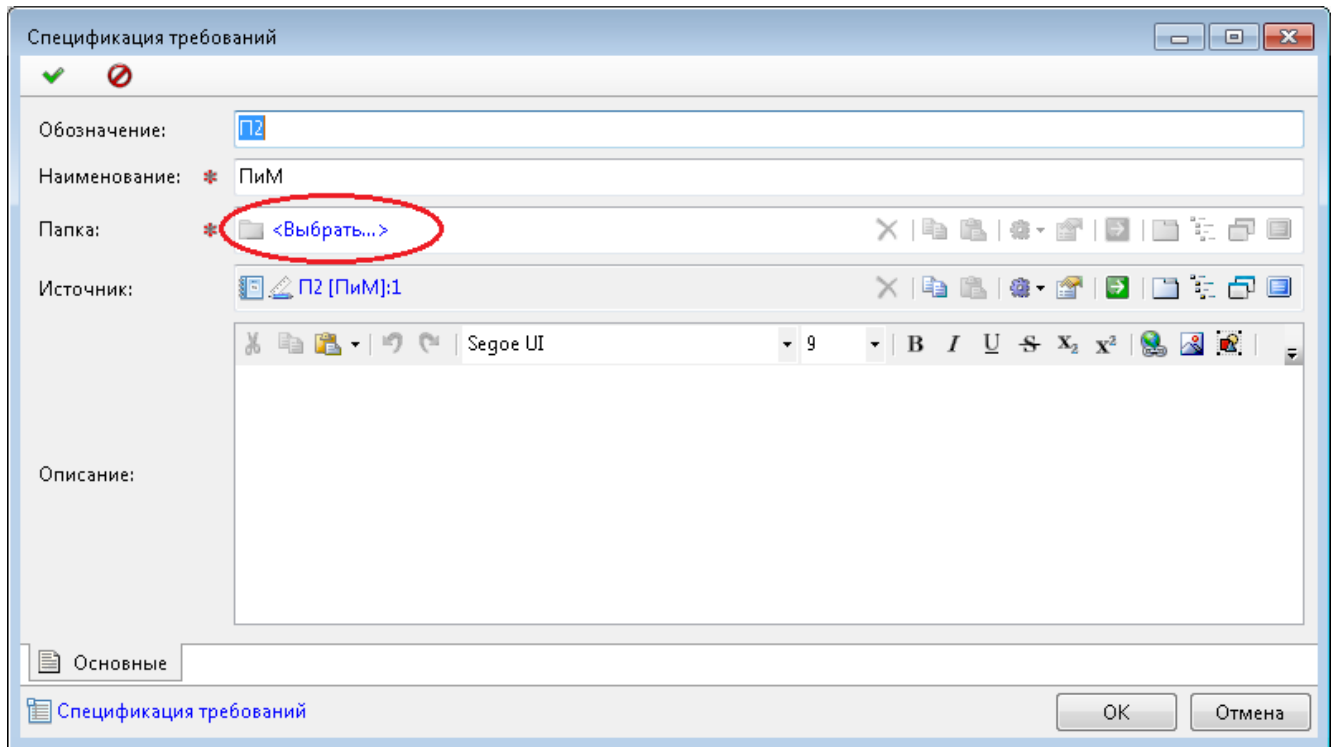

Рисунок 39 — Окно спецификации требований
- при необходимости ввести обозначение, описание (Рисунок 39).